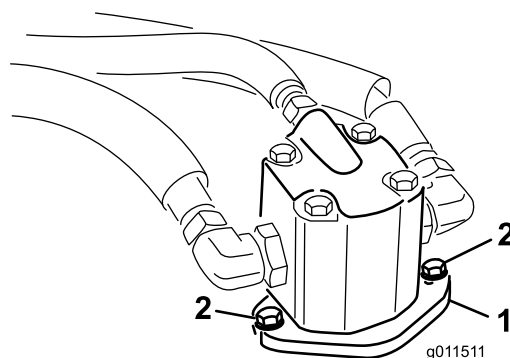

Figura 74
4. Rimuovete i bulloni che fissano il motore idraulico al piatto di taglio (Figura 74).